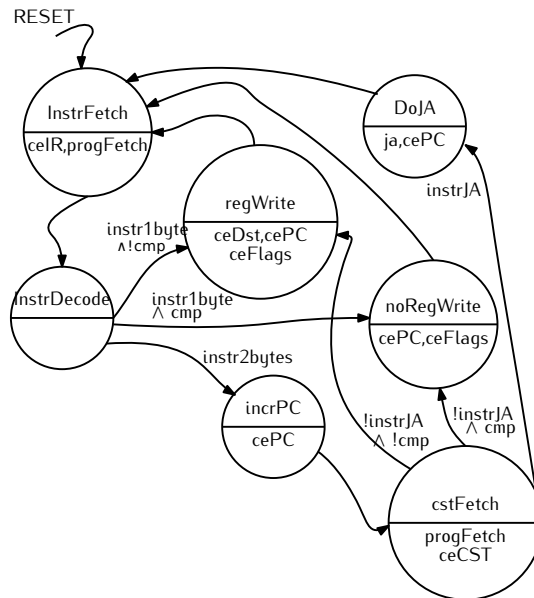

FIGURE 3 – Le cycle de Von Neumann avec **mise à jour des drapeaux** et **instruction de comparaison**
Pour rappel, l'opcode, le mnémonique et le comportement de cette instruction sont rappelés dans la table 5. En particulier, vous constaterez (ou vous rappellerez) que **le seul effet de cette instruction est de mettre à jour les drapeaux Z, C et N**. Du point de vue de l'automate, l'ajout de cette instruction nécessite l'ajout d'un seul état nommé "noRegWrite". Les modifications à apporter à l'automate de contrôle sont visibles sur la version de la figure 3.
- à bien regarder la figure 3 pour comprendre ce qui va déclencher le passage dans l'état `noRegWrite`
Attention, là ça devient un peu plus compliqué. Il faut rajouter un registre `noRegWrite`, ce registre est triggé, comme sur la figure 3 par `1ByteInstr` et `instrCMP`, mais il faut **aussi** `InstrDecode`, sinon il est triggé trop souvent.